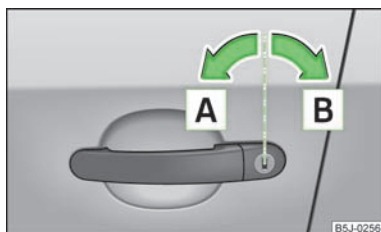

Fig. 11
- Rode a chave no canhão da fechadura da porta do condutor no sentido da deslocação (posição de destrancamento) **[A]** » Fig. 11.
- Rode a chave no canhão da fechadura da porta do condutor no sentido oposto ao da deslocação (posição de trancamento) **[B]** » Fig. 11.